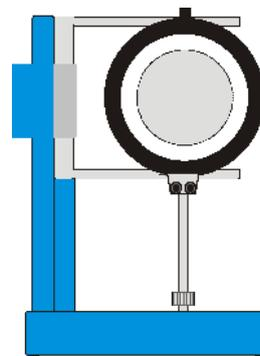

Fig. 2 Aufbau der Spule
- Röhre in einem Winkel von 90° zu ihrer normalen Position im Halter platzieren (siehe Fig.2).